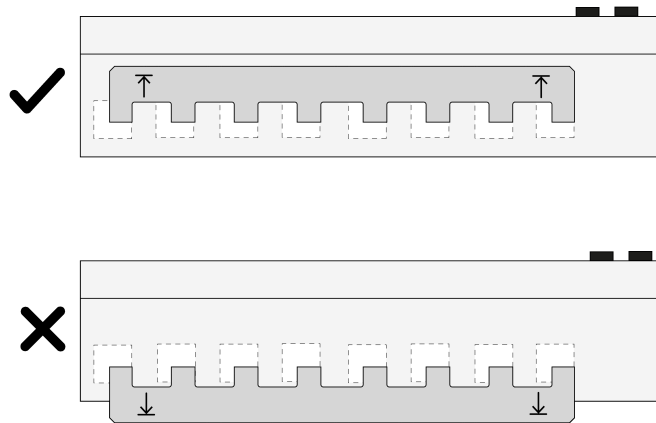

Bild 6: Montera faskopplingskenan
- Rikta in faskopplingskenan med hjälp av pilarna som är tryckta på den och anslut den till anslutningsplintarna (se bild 6).